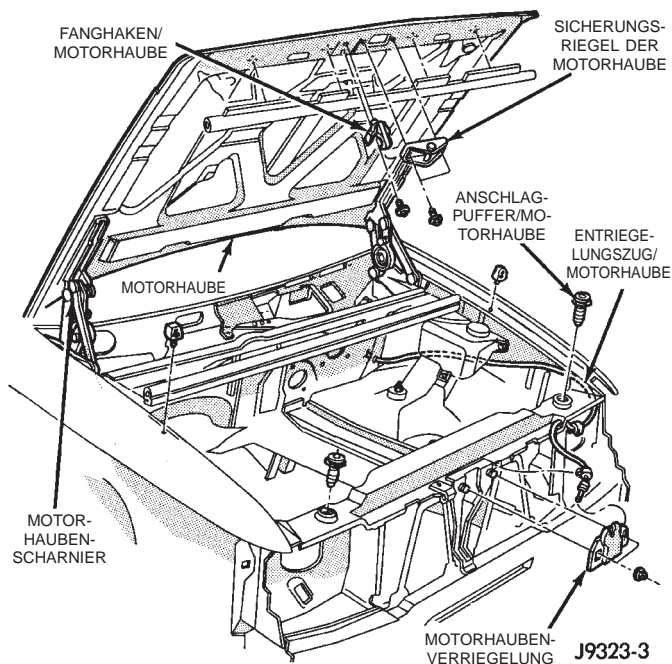

Abb. 4 Sicherheitsriegel und Entriegelungszug der Motorhaube
- (1) Befestigungsschrauben lösen, mit denen die Motorhaubenverriegelung am Kühler-/Querträger befestigt ist (Abb. 4).